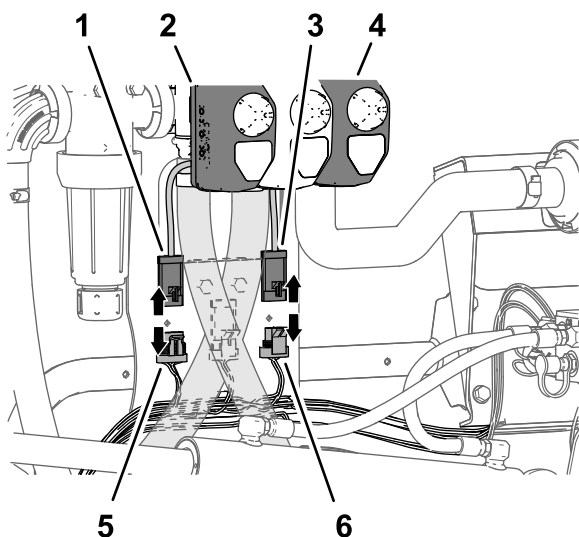

Figura 37
2. Desconecte el conector hembra de 4 vías del arnés de cables de la máquina marcado RATE VALVE del conector de 4 pines del actuador de la válvula de caudal (Figura 37).
3. Desconecte el conector hembra de 3 vías del arnés de cables de la máquina marcado MASTER SPRAY VALVE del conector de 3 pines del actuador de la válvula de fumigación maestra (Figura 37).